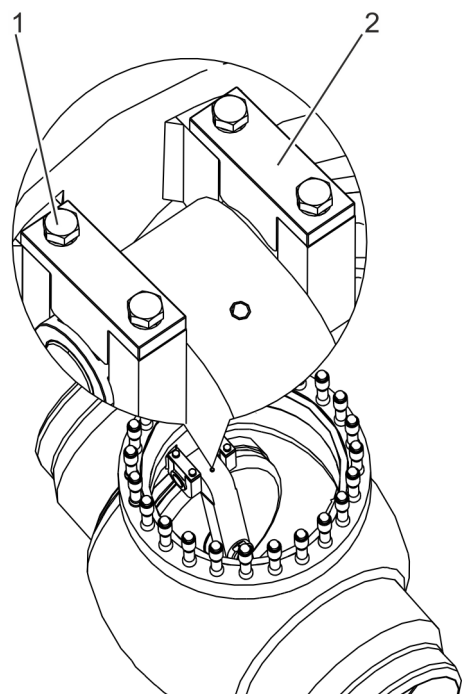

Fig. 36: Atornillas los soportes
16. ▶ Fije los soportes (Fig. 36/2) con las arandelas y tornillos (Fig. 36/1) en las piezas de sujeción.